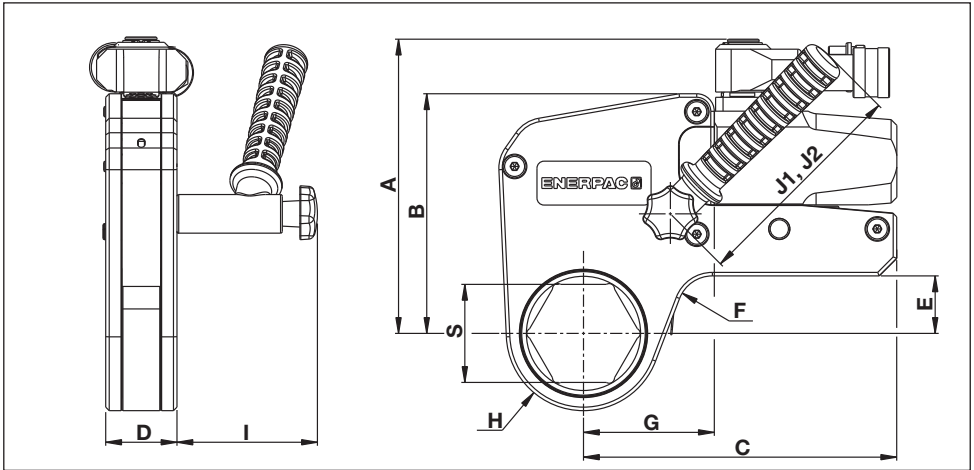

Abb. 22
6.1 Kapazitäten, Abmessungen und zusätzliche Produktdaten (Abb. 22)
(Für die Positionen der Abmessungen S, H und G siehe Abb. 22)